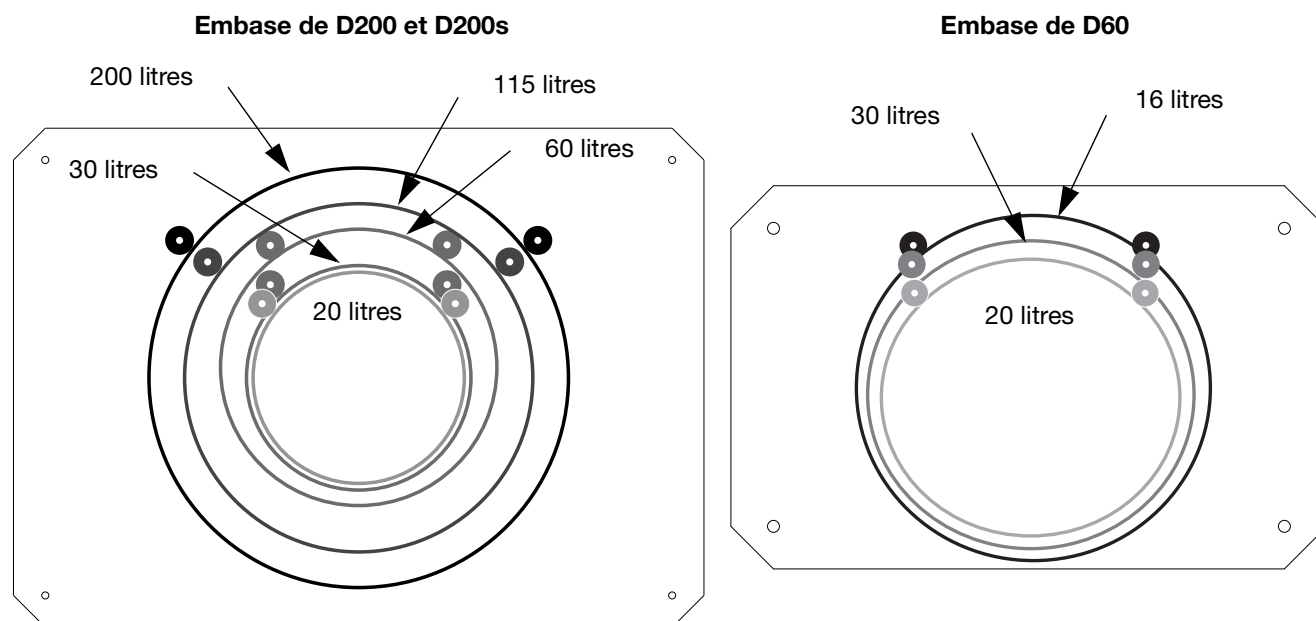

FIG. 19: Embase de l'élévateur
1. Identifier l'emplacement exact des trous de fixation sur l'embase de l'ensemble de l'élévateur. Voir la FIG. 19.